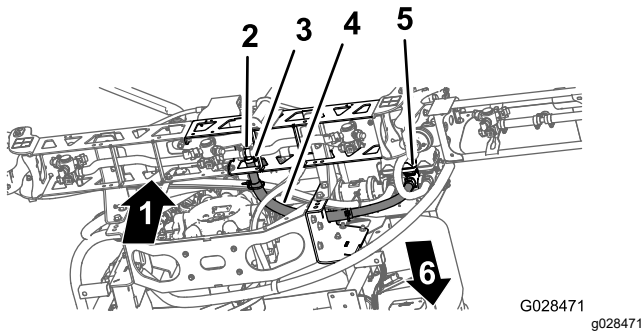

Figura 42
1. Oriente a tubagem da secção da rampa central como se mostra na Figura 42.
2. Instale o tubo da secção da rampa sobre a união em T estriada na secção da rampa central e prenda o tubo com uma braçadeira de tubos (Figura 42).